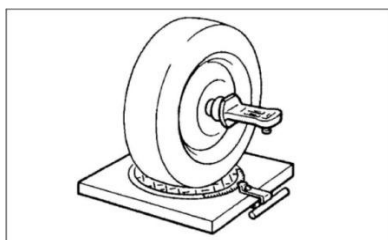

Рисунок III-39
1. Установите приспособление для проверки и регулировки углов установки колес. (См. Рисунок III-39)